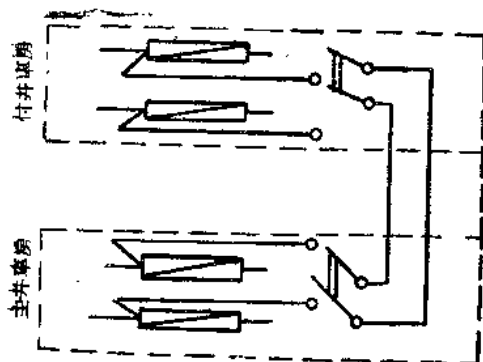

图 2 备用电源示意图
2. 为了解决主副井绞车房各只有一台直流电机，单独进行操作还不安全的问题，可在主副井之间接上一段联络线，如主井直流电机发生故障，就可将副井直流电机送电。副井发生故障时，可从主井送电（线路如图2所示）。